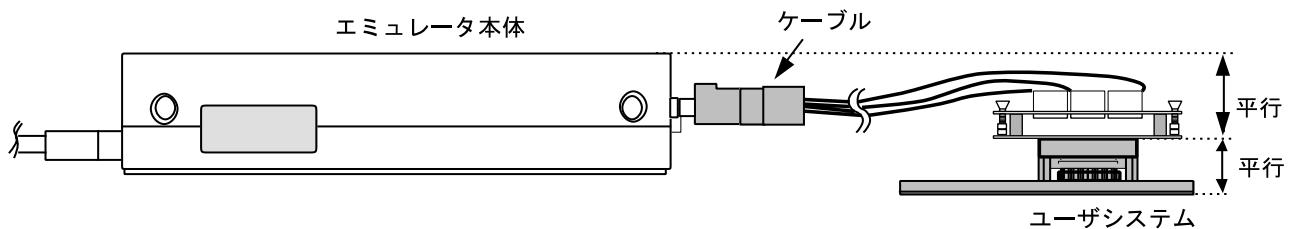

図11 設置例
- (1) ユーザシステムへの接続時には1ピン位置に十分注意して、誤接続は絶対にしないでください。
- (2) 本ユーザシステムインターフェースケーブルを使用する場合の推奨マウントパット寸法は、MCU実装用マウントパット寸法とは異なりますので注意してください。
- (3) 本ユーザシステムインターフェースケーブルは、HS3880EPI60Hエミュレータ専用ですので、他のエミュレータ本体には使用しないでください。
- (4) ケーブル本体部が断線する可能性がありますので、本ユーザシステムインターフェースケーブルの上に重いものや金属等の角の尖ったものを置かないでください。
- (5) ユーザシステムに接続した状態では、ユーザシステムインターフェースケーブル、特にケーブル先端部に無理な力が加わらないように注意する必要があります。図11の設置例を参照してご使用ください。